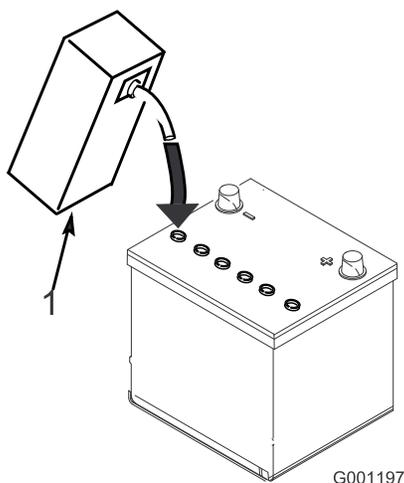

Figure 5
5. Versez de l'électrolyte avec précaution dans chaque élément jusqu'à ce que les plaques soient recouvertes d'environ 6 mm de liquide (Figure 5).